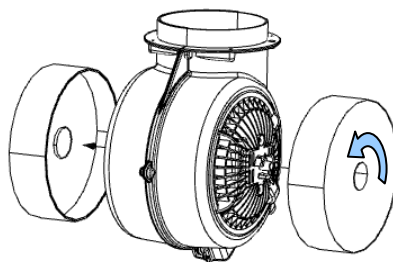

Abb. 12
6.2.1 Einbauen und tauschen des Aktivkohlefilters (Abb. 12)
- ⤴ Stecken Sie den Aktivkohlefilter auf den Motor und befestigen Sie diesen mit einer Vierteldrehung im Uhrzeigersinn per Bayonettverschluss (Abb. 12).